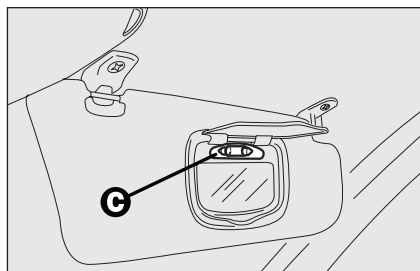

fig. 49
- remplacer l'ampoule **C-fig. 49** en la dégageant des contacts latéraux et en s'assurant que la nouvelle ampoule soit correctement bloquée entre les contacts mêmes.